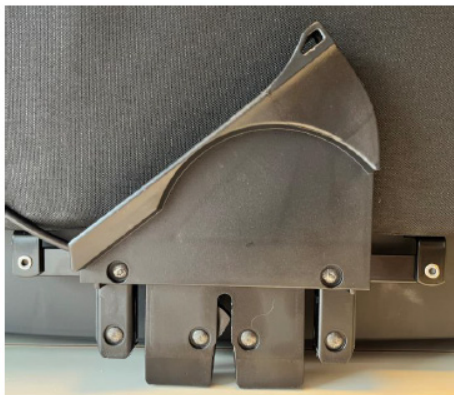
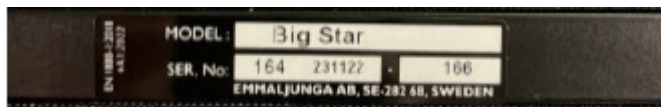

Fig. 1
Fig. 2
ADVARSEL! Big Star ALU S stel er kun kompatibel med barnevognskasser som er produceret med låsesystem Fig. 1. Hvis låsesystem ser ud som på Fig. 2 er det ikke kompatibel med Big Star ALU S stel.
- Hvis dato koden er 231110 eller ældre (lavere ind 231110), er den kompatibel med Big Star ALU S stel (Fig. 1)
- Hvis dato koden er 231113 eller nyere (højre ind 231113), er den ikke kompatibel med Big Star ALU S Stel og må ikke bruges. (Fig. 2)